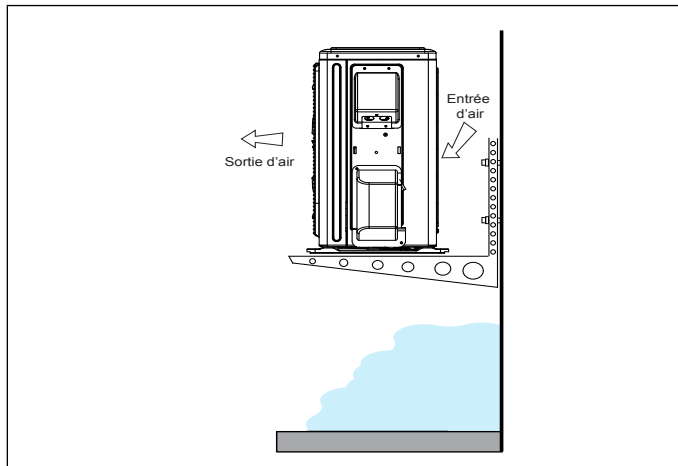

Figure 24. Unité extérieure sur supports au-dessus du niveau de la neige
- La base de l'unité doit être située au-dessus du niveau moyen de la neige comme illustré à la « Figure 24. Unité extérieure sur supports au-dessus du niveau de la neige ».